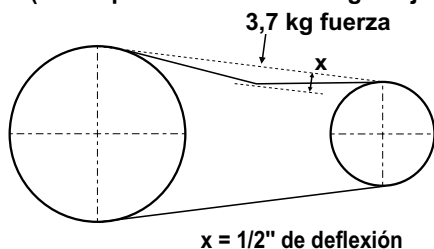

FIGURA 8 - DEFLEXIÓN DE LA CORREA
3. Verifique la tensión de la correa de tal forma que al aplicar una presión en el centro, la misma sufra una deflexión de 1/2". (Figura 8)